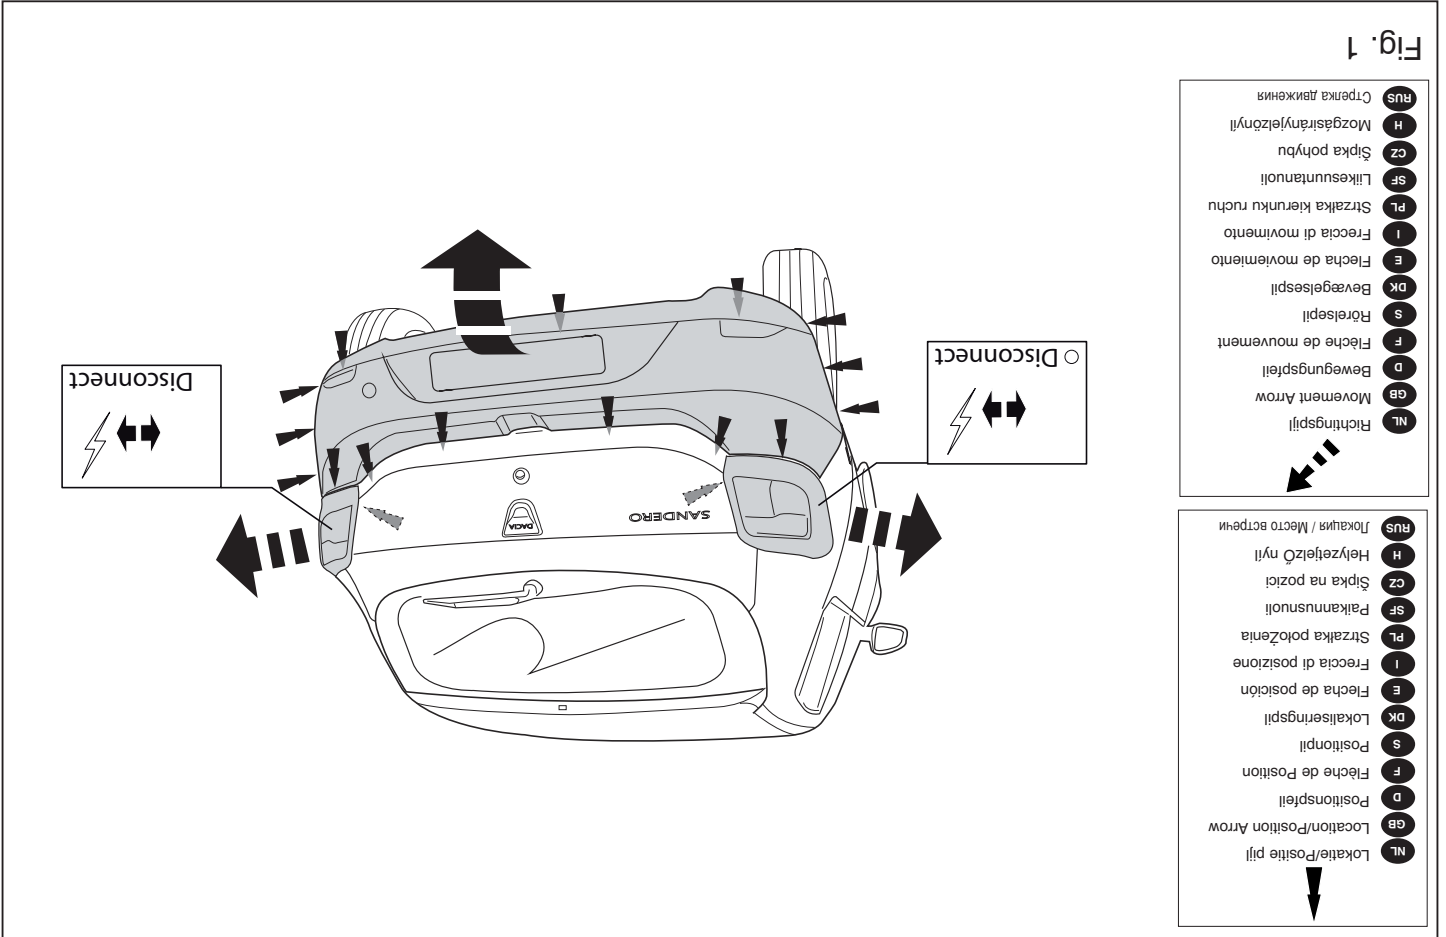

Fig. 1
1. Demonteer de achterlichten en bumper. Zie fig. 1.
1. Dismantle the rear-lights and the bumper. (see fig. 1).
1. Rücklichter und Stoßstange abmontieren. (Siehe Abb.1).
1. Déposer les feux arrière et le pare-chocs. (Voir fig. 1).
1. Demonter baglysene og kofangeren. fig. 1 .